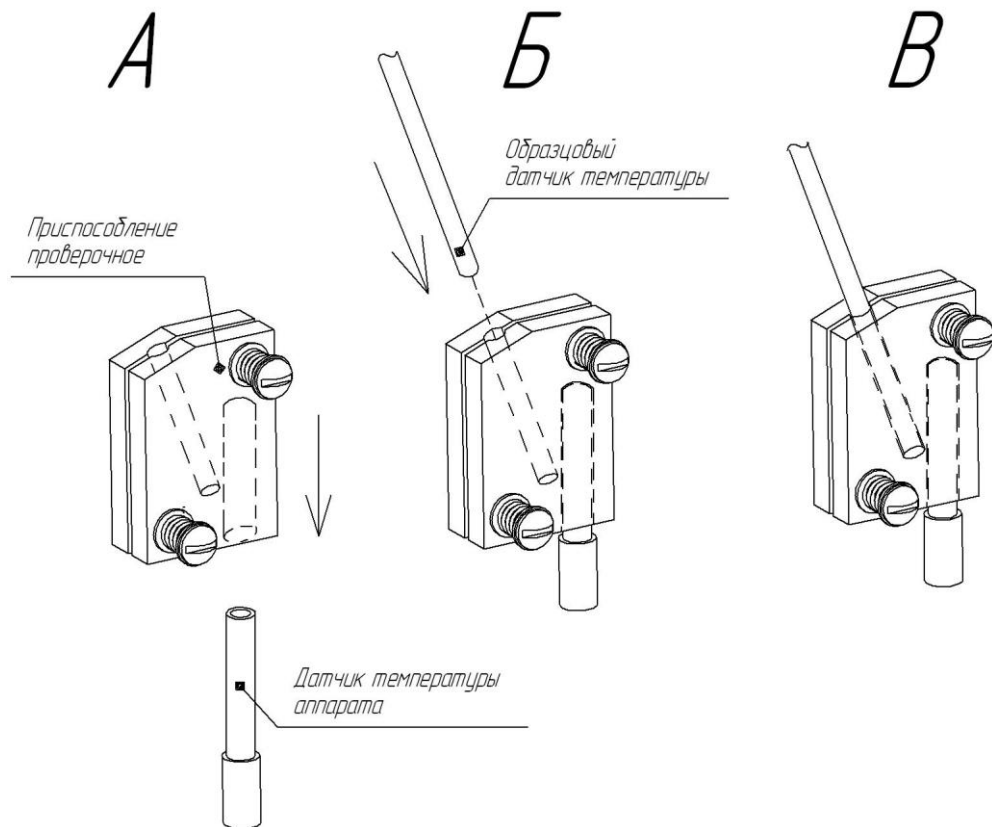

Рисунок 1 – Приспособление проверочное
9.5.1 При проверке датчика температуры используется специальное приспособление из комплекта поставки – приспособление проверочное (см. рисунок 1).
9.5.2 Зафиксировать приспособление проверочное на датчике температуры аппарата (см. рисунок 1 А). Предварительно поместить в гнезда для датчиков приспособления проверочного термопасту.